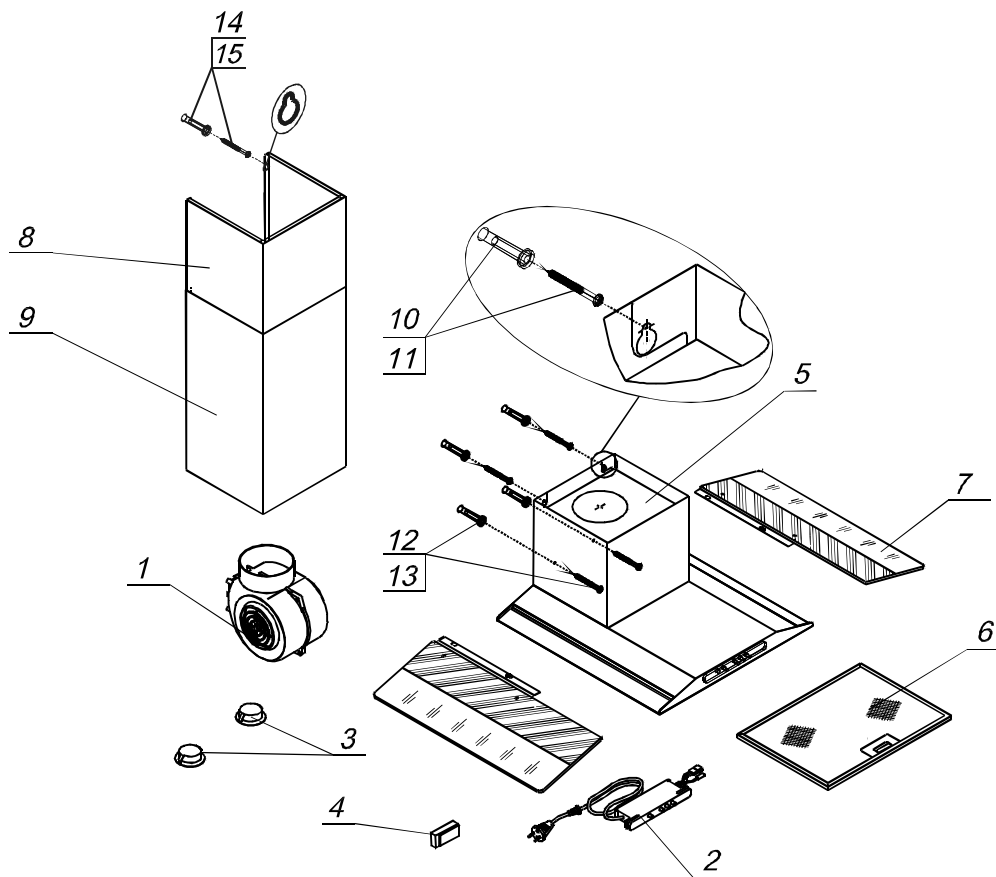

РИС. 2
- просверлите два отверстия Ø8мм, забейте дюбели (поз. 14, рис. 2) и вверните шурупы (поз.15, рис. 2).